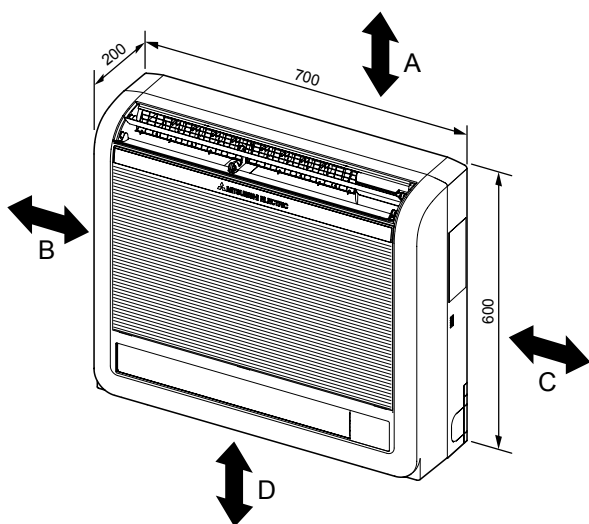

Fig. 2-1
2.1. Εξωτερικές διαστάσεις (Εσωτερική μονάδα) (Fig. 2-1)